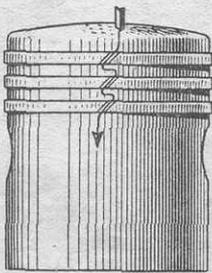

Рис. 67. Потеря компрессии через расположенные друг под другом замки поршневых колец.
3. Вращение поршневых колец. Замки пружинящих поршневых колец никогда не должны быть расположены одно над другим, так как в этом случае газы смогут беспрепятственно пройти через разрезы в кольцах в картер и вызвать этим потерю компрессии (рис. 67). С другой стороны, через эти же щели в камеру сгорания будет засасываться из картера масло и загрязнять (забрасывать) запальные свечи. При снятии